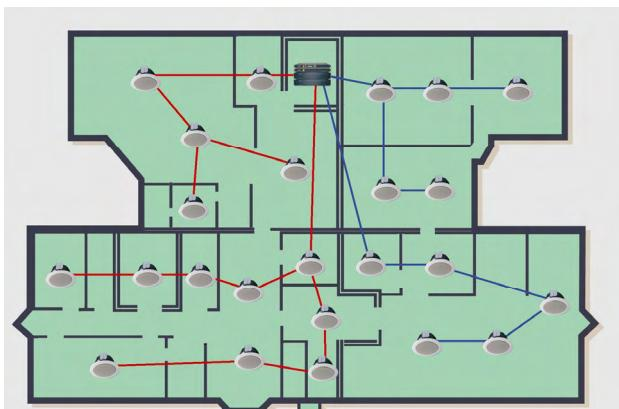

Рисунок 37 - Пример В: Переход на мультилинейную схему.
- Дополнительная гибкость в организации аудиотрансляции в зоне (отсеке). При этом линии оповещения могут быть программно объединены в логические группы в любых сочетаниях (см. Рисунок 37)